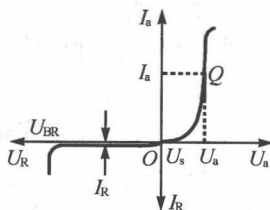

图 15.1
(1) 结构:将PN结两边各引出一个电极便构成一个二极管。其中P型区引出阳极A(+),N型区引出阴极K(-)。符号:A  K
(2) 伏安特性及参数:伏安特性如图15.1所示。